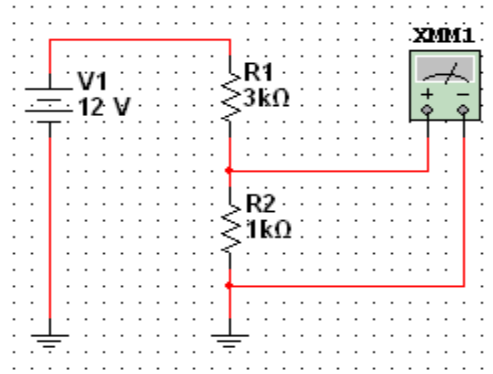

Рис. 1.14 Схема для моделювання подільника напруги
1. Ознайомитись з принциповою електричною схемою подільника напруги (рис. 1.14).
3. Побудувати схему (рис. 1.14). Для цього: